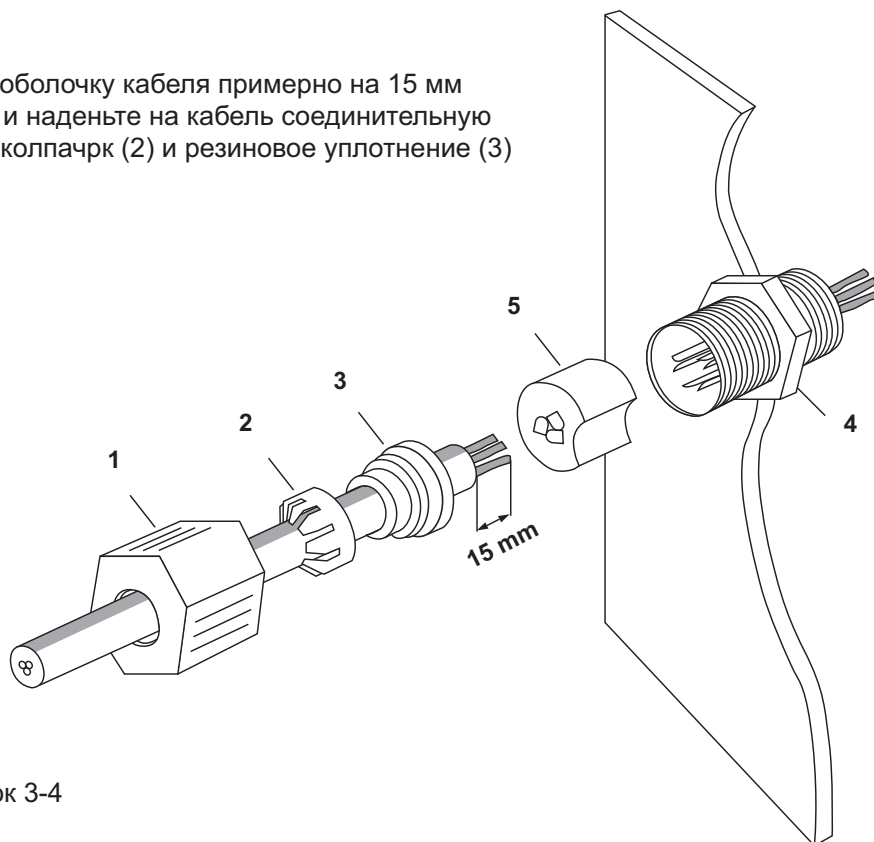

Рисунок 3-4
- Снимите оболочку кабеля примерно на 15 мм (рис. 3-4) и наденьте на кабель соединительную гайку (1), колпачок (2) и резиновое уплотнение (3)